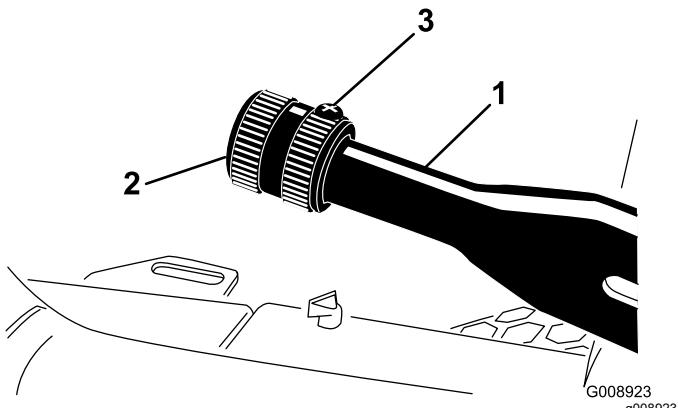

Figura 77
2. Afloje el tornillo de fijación que sujeta el pomo a la palanca del freno de estacionamiento (Figura 77).